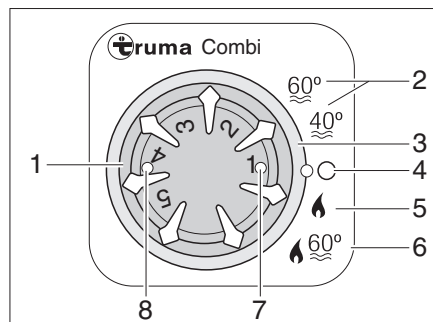

Fig. 110 Unité de commande pour chauffage/chauffe-eau
- Régler le mode de fonctionnement avec l'interrupteur rotatif (Fig. 110,3).
Le chauffage règle le degré d'allumage automatiquement en fonction du niveau de chauffage réglé. En mode de fonctionnement "Chauffage et chauffe-eau" (Fig. 110,6), l'eau du chauffe-eau est également chauffée. Le chauffage peut être exploité avec un chauffe-eau vide dans le mode de fonctionnement "Chauffage sans chauffe-eau" (Fig. 110,5).
- Régler le bouton tournant de température (Fig. 110,1) de l'unité de commande sur le niveau de chauffage désiré.
- Régler l'interrupteur rotatif (Fig. 110,3) sur régime hiver "Chauffage sans chauffe-eau" (Fig. 110,5) ou sur régime hiver "Chauffage et chauffe-eau" (Fig. 110,6).
Le voyant de contrôle vert (Fig. 110,7) s'allume.
- Régler l'interrupteur tournant (Fig. 110,3) sur "O" (Fig. 110,4).